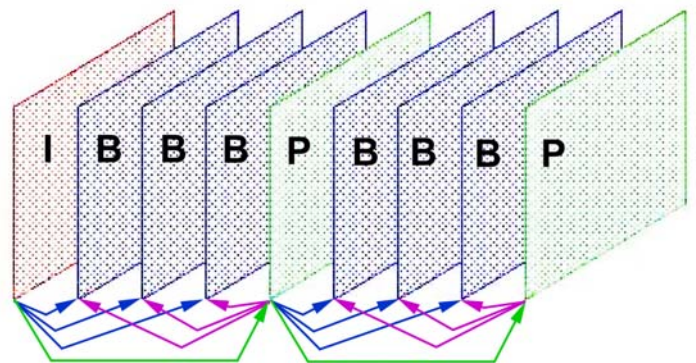
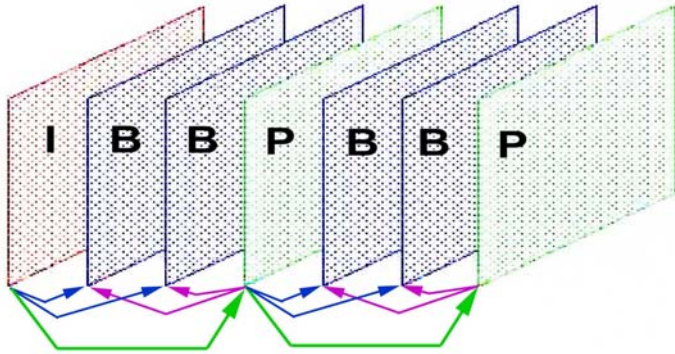

Bild 1 – Reihenfolge der komprimierten Frames (im IBBBP GOP Mode)
Bild 5 – Verknüpfung der encodierten Bilder im GOP Mode IBBP
- IBBP Mode (siehe Beispiel in Bild 5)
- IBBBP Mode (siehe Beispiel in Bild 1)
Bild 1 zeigt ein Beispiel der Reihenfolge einer im IBBBP-Mode encodierten Bilderfolge. **Bild 5** zeigt die GOP-Folge einer kodierten Sequenz im IBBP-Mode.